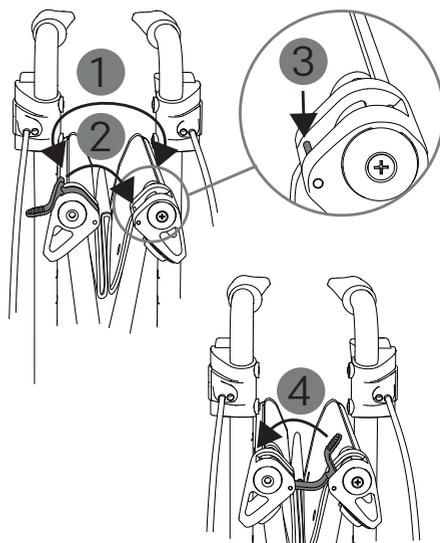

Fig. 9
4. Pour utiliser le verrou de sécurité, appuyez simultanément sur les deux tubes de l'assise aussi loin que nécessaire (1, Fig. 9). Ensuite, tirez vers le haut sur le levier strié du verrou de sécurité, de manière à ce qu'il se détache de son support. Encliquez le verrou de sécurité sur la contrepièce de l'autre côté du rollator (2, Fig. 9) en engageant le crochet sur la tige prévue à cet effet (3, Fig. 9).
5. Pour déplier le TAiMA VENTUM, détachez le verrou de sécurité de la contrepièce (4, Fig. 9) en actionnant le levier strié.